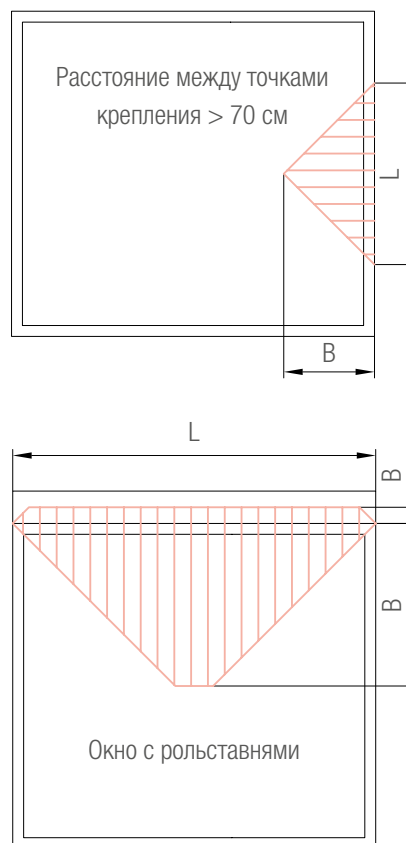

Рисунок 10: превышения допустимых расстояний между точками крепления
Рисунок 10: расчетная диаграмма для определения требуемого момента инерции поперечины в зависимости от величины нагрузки, создаваемой собственным весом заполнения ($f = 0,3 \text{ см}$, $E = 210000 \text{ Н/мм}^2$, $a = 15 \text{ см}$)
- превышение максимально допустимого расстояния между точками крепления коробок при монтаже (70 см), в этом случае выполняется отдельный статический расчет элементов коробок. Это касается также верхнего горизонтального элемента коробки при наличии в конструкции оконного блока рольставней (см. рисунок 10).